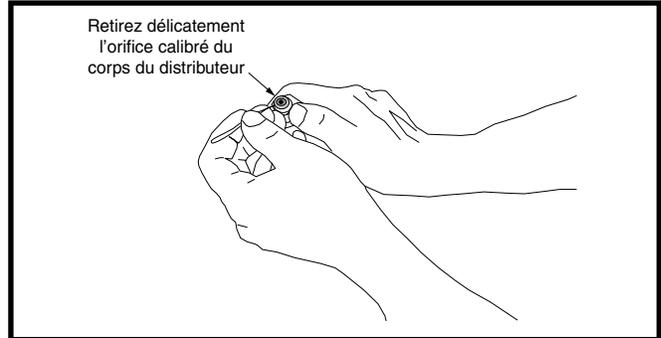

Figure 8. Démontage de l'orifice
6. Insérez le nouvel orifice dans le corps du distributeur, bout arrondi vers le bas. Voyez la Figure 8.